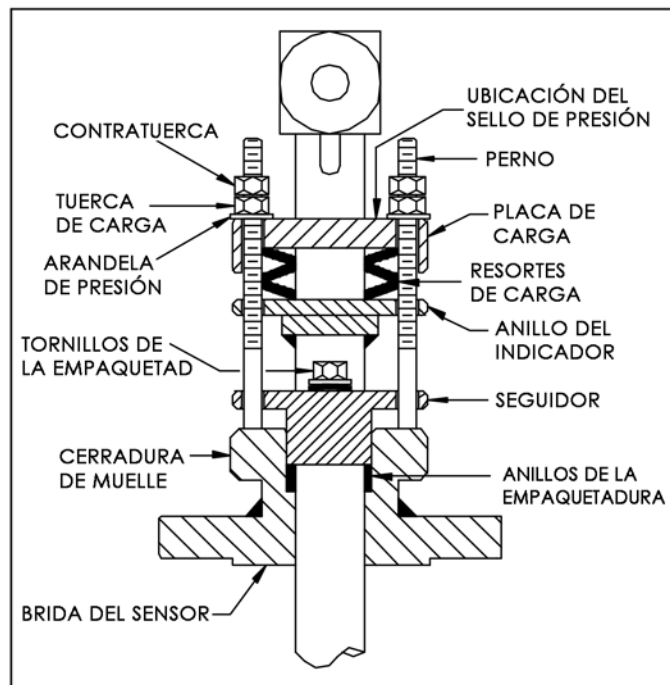

Figura 3. Corte transversal de la cerradura de muelle
- Con el seguidor y los anillos de la empaquetadura instalados en su lugar (ensamblados de fábrica), inserte el sensor en el cuerpo de la cerradura de muelle (figura 3). Una el sensor, el empaque y la brida de montaje con tornillos sin ajustar demasiado (ajuste a mano). Inserte el ensamble hasta que la punta del sensor toque el lado opuesto de la tubería. Alinee el cabezal del sensor de manera que la flecha rotulada "FLOW" (FLUJO) en el cabezal quede en la dirección del flujo dentro de los 3°. El contorno del acoplamiento de soldadura debe coincidir con el contorno de la tubería. Verifique que la parte inferior del acoplamiento de soldadura esté en contacto con la pared de la tubería.